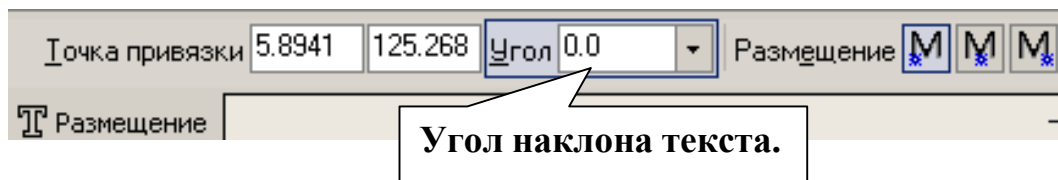

Рис. 14
- На панели **Обозначения – Ввод текста**, . Параметры текста при его создании и редактировании отображаются в отдельных *полях Строки параметров*, рис. 14.
- Текст №2 выполнен под углом. В данный момент строка параметров имеет вид, показанный на рис. 14, поле ввода угла активно, поэтому сразу набирайте 90 и нажмите **[Enter]**, поместите курсор в точку начала текста и щелкните левой кнопкой мыши. Напечатайте слово «Пластина», нажмите **Создать объект**